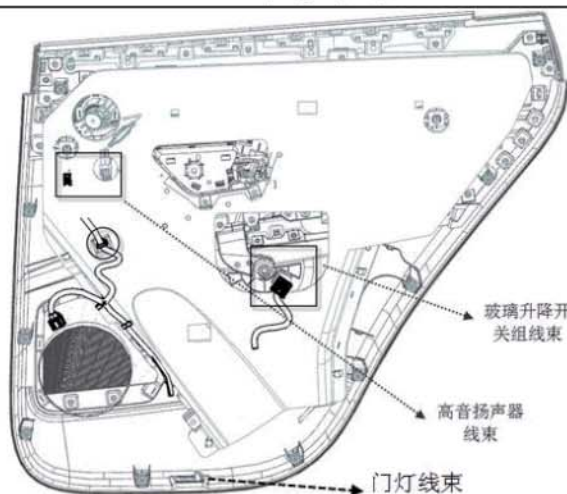

图 9-1-5 线束分支接插件位置示意图
(5) 如图9-1-5, 分别按住高音扬声器、玻璃升降开关组、门灯接插件上的卡脚,同时用力向外把线束接插件拔下,再将各线束分支在门板背面固定的卡扣从门板上拔出。